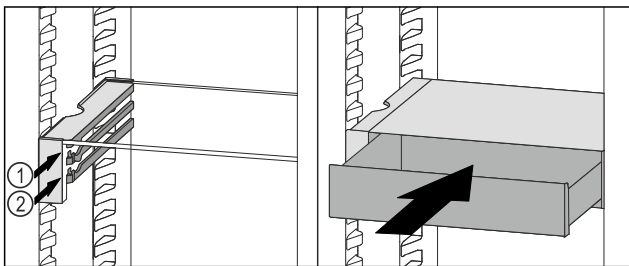

Fig. 133
- VarioSafe-Schubfach hinter den Stopperrn auf gewünschter Rippe Fig. 133 (1) oder Fig. 133 (2) aufsetzen.